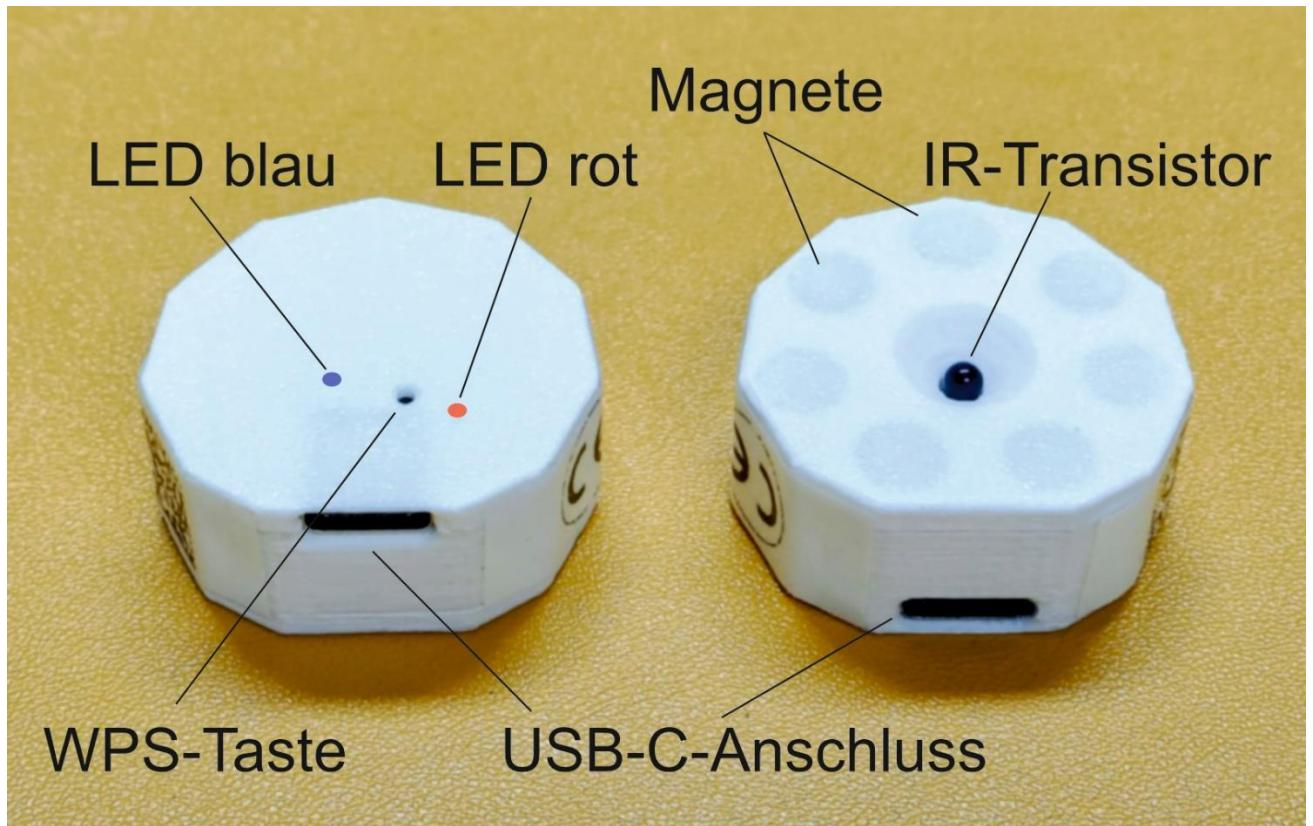

Abbildung 1: e-inspect
3. Betätigen Sie die WPS-Taste an e-inspect (siehe Abb. 1) mit Hilfe einer Büroklammer o.ä.